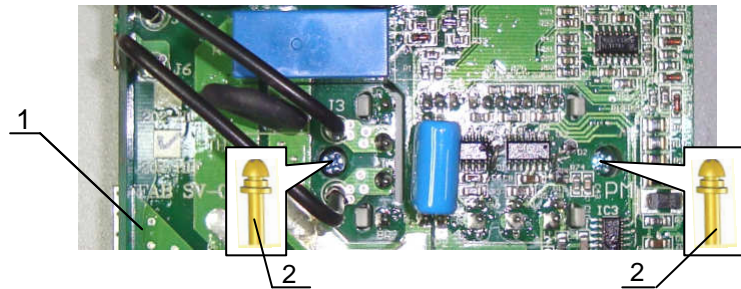

Рис.6.15
7.7.4. Выкрутить два винта 2 крепления матрицы IGBT (рис. 6.15). Положить винты в тару.